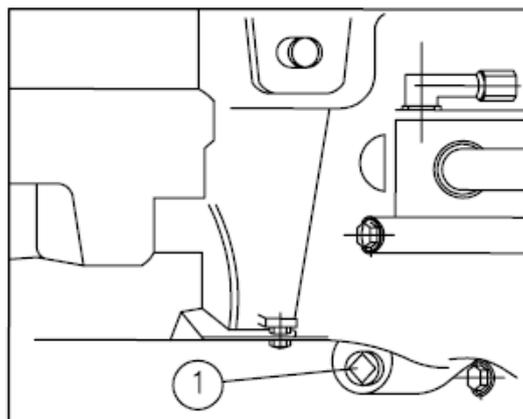
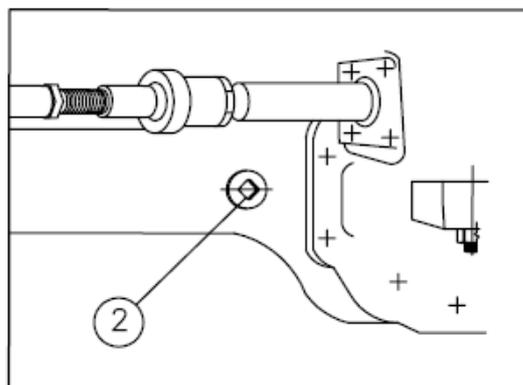

Fig.5-27
Fig.5-28
Corpo do eixo Fig. 5-27.
Volte a colocar o bujão (1) (Fig.5-27) quando já não sair mais óleo e coloque óleo novo através do bujão de enchimento (2) (Fig.5-28) até ao nível do orifício de enchimento.
Volte a colocar o bujão (2) (Fig. 5-28).